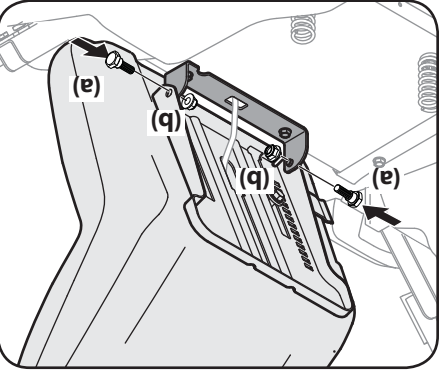

Figure 2-5
3. Positionnez le siège et maintenez-le en place avec les boulons à épaulement (a) et les contre-écrous (b) enlevés précédemment. Faites attention de ne pas pincer ni endommager le faisceau de fils lors de l'installation du siège. Voir la Figure 2-5.